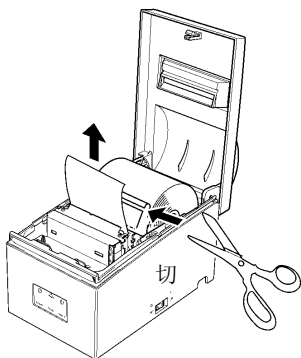

图 5-16 切纸
- ④ 如图 5-16，在进纸槽前将纸剪断。
- ⑤ 取出卡住的纸，重新装纸。